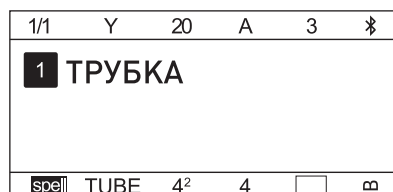

Рисунок 4.1-4
4) Последовательно введите буквы или символы, например: Т,Р,У,Б,К,А; На дисплее отобразится: 1: Трубка (Рис. 4.1-4)